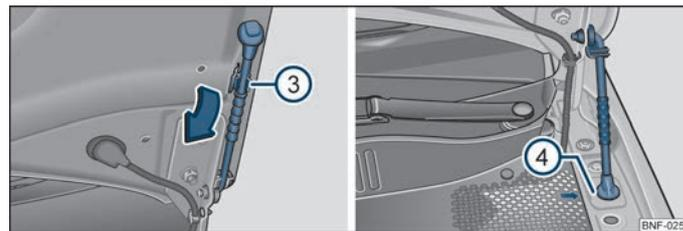

Fig. 91 Bloccaggio del cofano motore
- Estrarre il sostegno del cofano motore ③ ⇒ fig. 91 dal supporto nel senso della freccia e bloccare il cofano motore aperto inserendo l'estremità del sostegno nell'apposita apertura ④ ⇒ fig. 91.
- Sollevare leggermente il cofano e disimpegnare il sostegno ④ ⇒ fig. 91. Premere il sostegno nel supporto previsto.